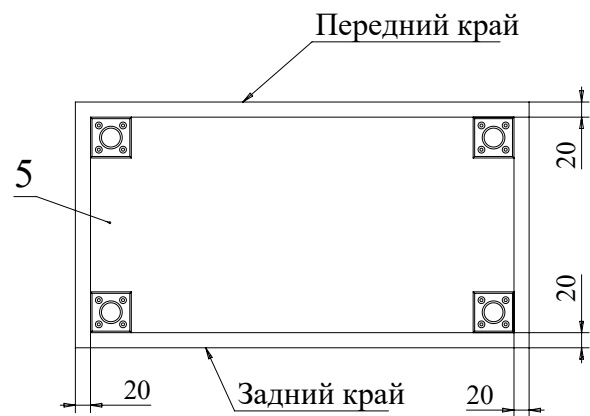

Рис.10
10. Прикрутите при помощи шурупов 3,5x16 опоры к детали 5 (Рис. 10).